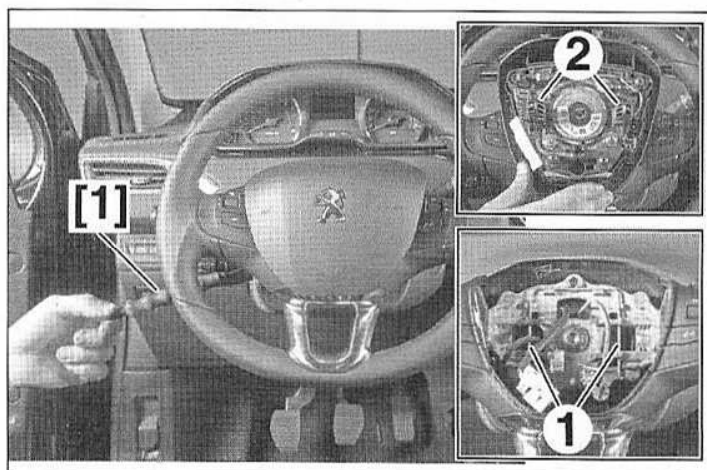
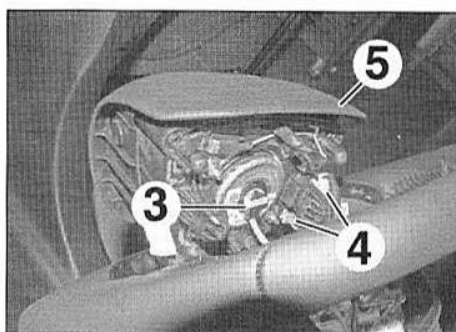

FIG.1
FIG.2
- Insérer l'outil [1] à travers l'orifice située à l'arrière du volant de direction (Fig.1).
- Pousser le ressort de maintien (1) pour libérer le crochet (2).
- Déverrouiller et débrancher le connecteur (3) (Fig.2).
- Débrancher les connecteurs (4).
- Déposer l'airbag frontal conducteur (5).